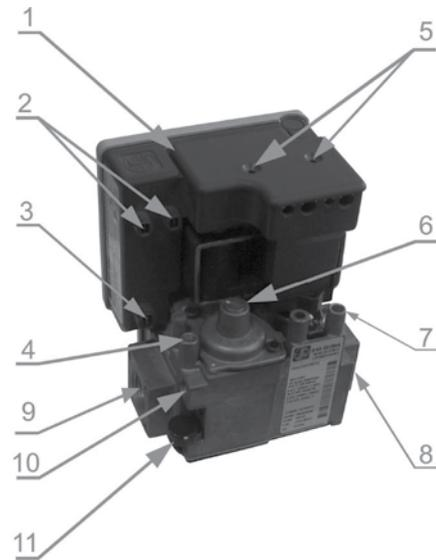

Рис.7 Газовый клапан и блок электронного управления
- отпустите заглушку в штуцере 4 (рис.7), и подключите к нему манометр с помощью герметичной трубки
- снимите заглушку 6 (рис.7) на регуляторе давления